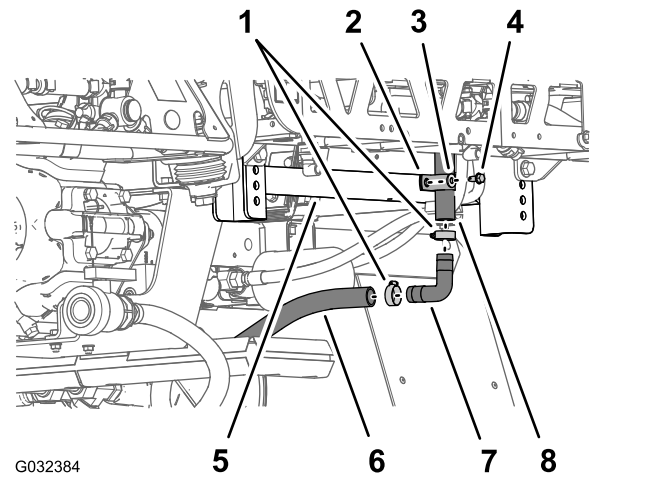
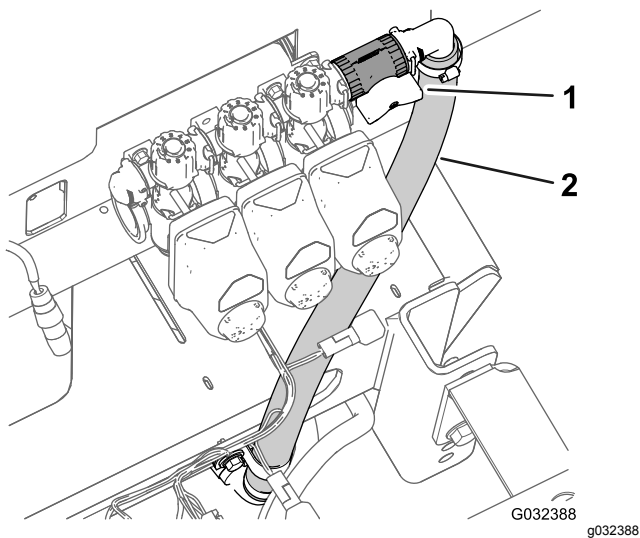

Bild 51
Bild 50
2. Entfernen Sie die zwei Schlauchklemmen, mit denen der obere und untere Überlaufschlauch am gezahnten 90° Anschlussstück befestigt ist (**Bild 51**).
3. Entfernen Sie das gezahnte 90° Anschlussstück von den Schläuchen (**Bild 51**).
1. Entfernen Sie am unteren Ende des oberen Überlaufschlauchs die Bundkopfschraube (5/16" x 3/4"), die Scheibe (5/16") und die R-Klemme, mit denen der obere Überlaufschlauch an der hinteren Sattelplatte der Maschine befestigt ist (**Bild 50** und **Bild 51**).
5. Entfernen Sie das T-Anschlussstück vom Ablassventilschlauch und vom hinteren Behälterablassschlauch (Bild 51).